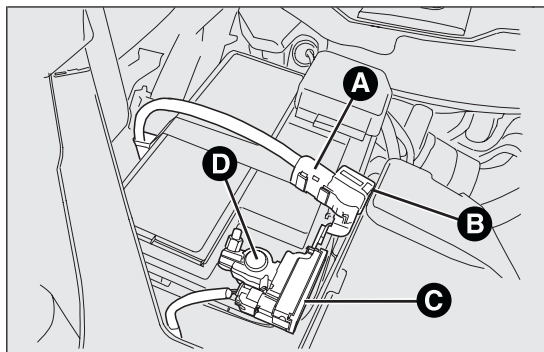

Abb. 129
- ☐ Trennen Sie den Steckverbinder A Abb. 129 (durch Betätigung der Taste B) vom Sensor C für die Kontrolle des Batterieladezustandes, der am Minuspol D der Batterie installiert ist;
- ☐ nachdem Sie das Ladegerät getrennt haben, schließen Sie den Steckverbinder A am Sensor C an, wie dies in Abb. 129 gezeigt wird.